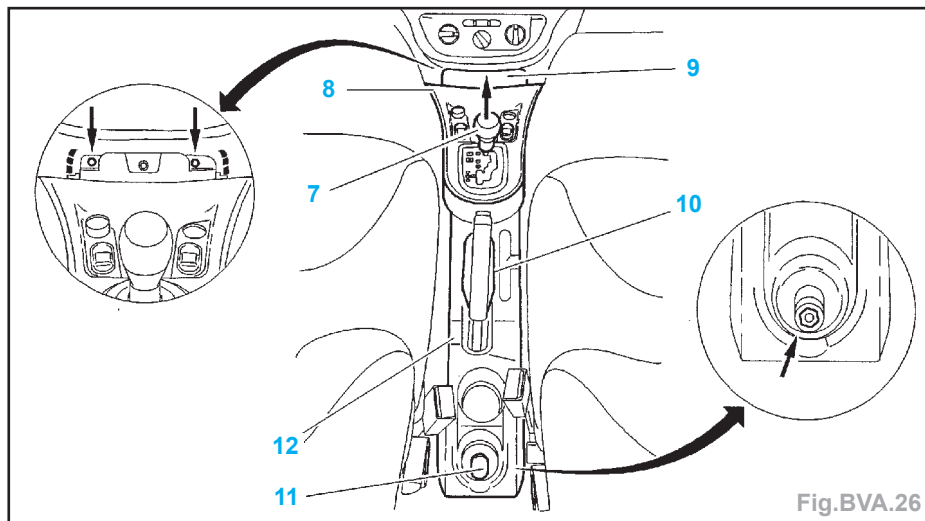
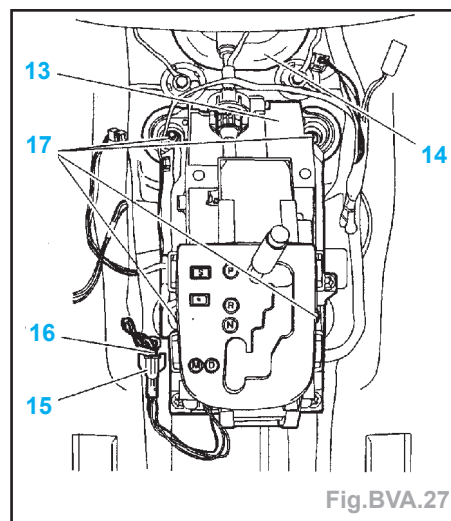

Fig. BVA.26
Fig. BVA.27
- Déposer le câble de sélection (4) de son arrêt de gaine (5) en tirant sur le verrou (6) (flèche).
- Déposer le pommeau (7) du levier de vitesses (Fig.BVA.26).
- le dessus de console centrale (8),
- les caches (9), (10) et (11).
- les 2 vis sous le cache (9),
- l'écrou sous le cache (11),
- Débrancher les connecteurs (15) et (16) (Fig.BVA.27).
- les 4 écrous (17),
- l'obturateur (14),
- l'ensemble de commande de sélection (13).